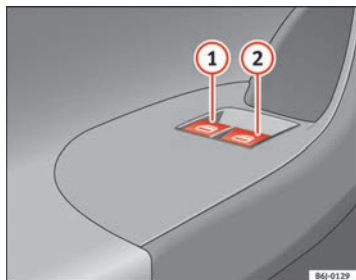

Abb. 48 Ausschnitt aus der Fahrertür: Schalter für die Fenster vorne
Die Tasten ⇒ Seite 88, Abb. 48 ①, ② haben zwei Stufen zum Öffnen und zwei zum Schließen des Fensters. Dadurch ist es einfacher, die Öffnungs- und Schließvorgänge zu kontrollieren.